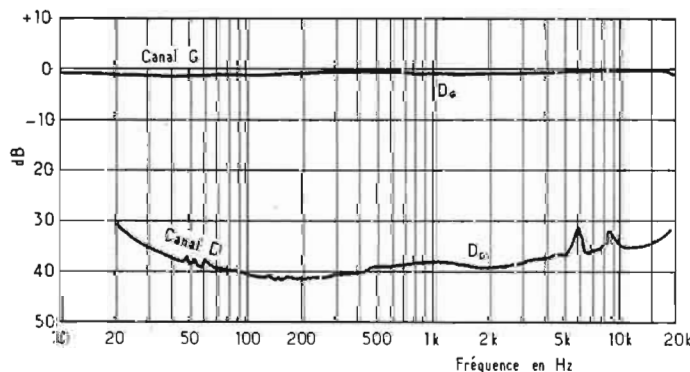

Fig. 11
La mesure correspondante ayant été effectuée, on a pu établir les courbes de la figure 11. La réponse du canal G aux diverses fréquences est donnée par la courbe supérieure. Le niveau zéro décibel correspond à f = 1 kHz et on voit que cette réponse est pratiquement linéaire de 20 Hz à plus de 15 kHz. Sans rien changer aux dispositions de mesure, on procède à la mesure de la tension UD à la sortie du canal D. La tension UD est évidemment faible (elle serait nulle sans diaphonie).
1. La courbe inférieure de la figure 11 montre que le nombre de décibels est de l'ordre de 40 (atténuation de 100 fois). La diaphonie est moins bonne vers 20 Hz, mais à 100 Hz elle atteint 40 dB. A partir de 3 000 Hz environ, elle tend vers 35 dB.